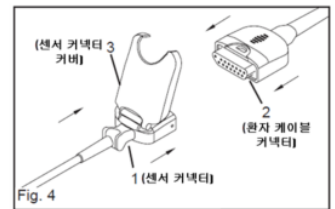

Fig. 4
- (1) Fig. 4를 참조하여 센서 커넥터 방향을 환자 케이블 커넥터 쪽으로 향하게 한다.